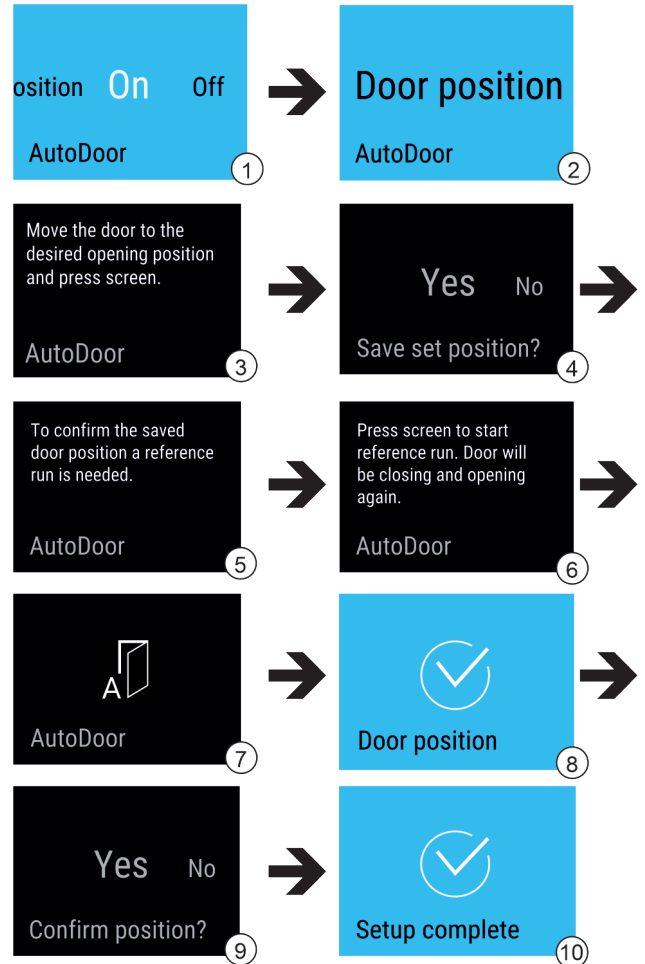

Fig. 17
- ▶ Funktion AutoDoor auswählen. Fig. 17 (1)
- ▶ Anzeige im Display Wischen, bis Door position erscheint. Fig. 17 (2)
- ▶ Türöffnungswinkel konfigurieren: Tür mindestens 70° öffnen. Fig. 17 (3)
- ▶ Türöffnungswinkel bestätigen: Meldung im Display antippen. Fig. 17 (4)
- ▶ Referenzfahrt starten: Display antippen. Fig. 17 (6)
- ▷ Display blinkt. Fig. 17 (7)
- ▷ Referenzfahrt ist erfolgreich: Display wird 2 Sekunden blau. Fig. 17 (8)
- ▶ Türöffnungswinkel bestätigen. Fig. 17 (9)
- ▷ Display wird blau. Fig. 17 (10)